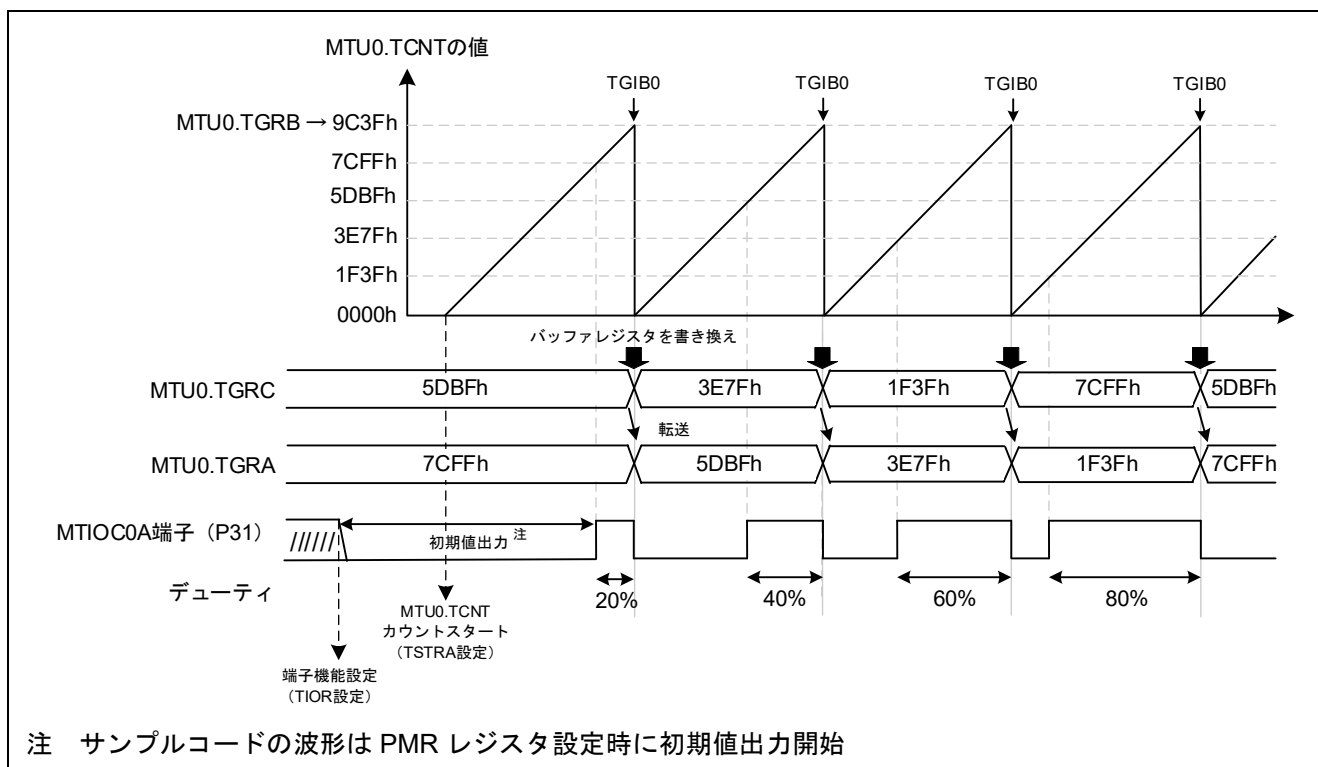

図 3-12 サンプルコードの動作
- デューティの変更タイミングの詳細は図 3-12 を参照
本サンプルコードの動作を図 3-12 に示します。周期ごとにデューティの設定を変更するため、周期レジスタ TGRB のコンペアマッチ割り込み (TGIB0) で、バッファレジスタ TGRC の値を書き換えます。TGRC の値は、カウンタクリア発生時にデューティレジスタ TGRA へ転送されます。